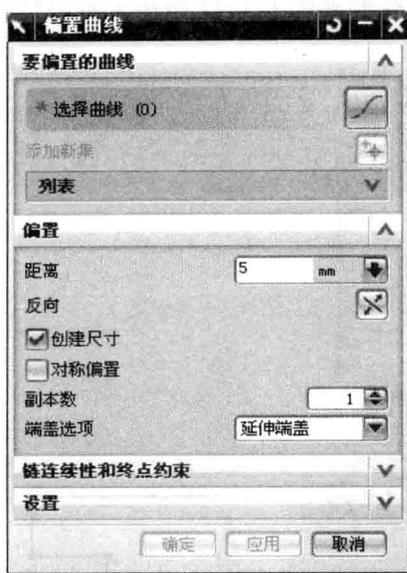

图 1.1.13 “偏置曲线”对话框
(23) 偏置曲线:单击“偏置曲线”命令,打开如图 1.1.13 所示对话框,能够偏置位于草图平面内的曲线链。